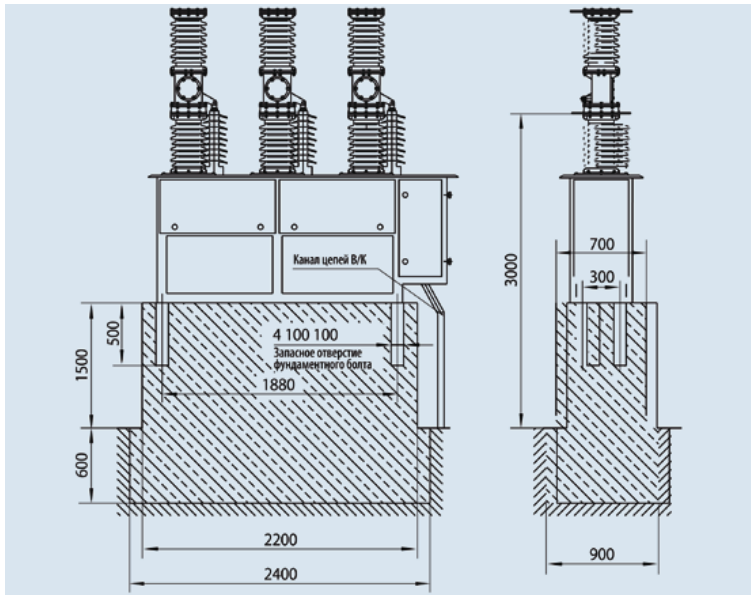

Рис. 6.1 Рекомендуемая схема расположения выключателя ZW7-40.5
6.1 Рекомендуемая схема расположения выключателя ZW7-40.5 (см. рис. 6.1)